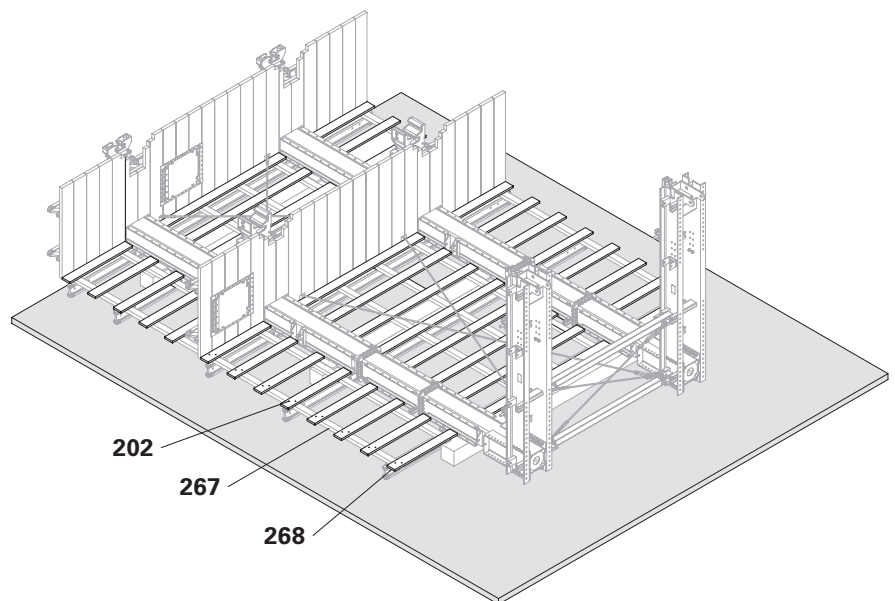

Fig. B6.05
2. Fissare la gabbia per scala (**268**) sulla contro-tavola (**267**) con viti Torx 6 x 80 (**202**). (Fig. B6.05)